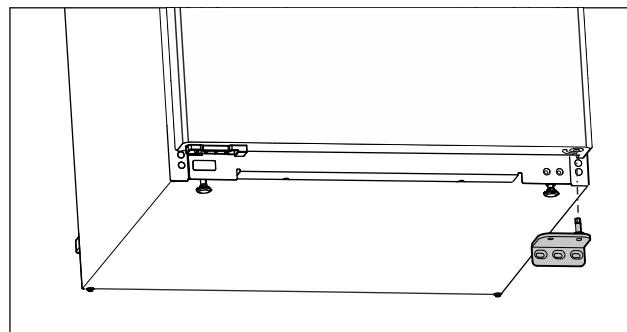

Fig. 15
- Ležajni podstavek snemite navzdol. (glejte Fig. 15)